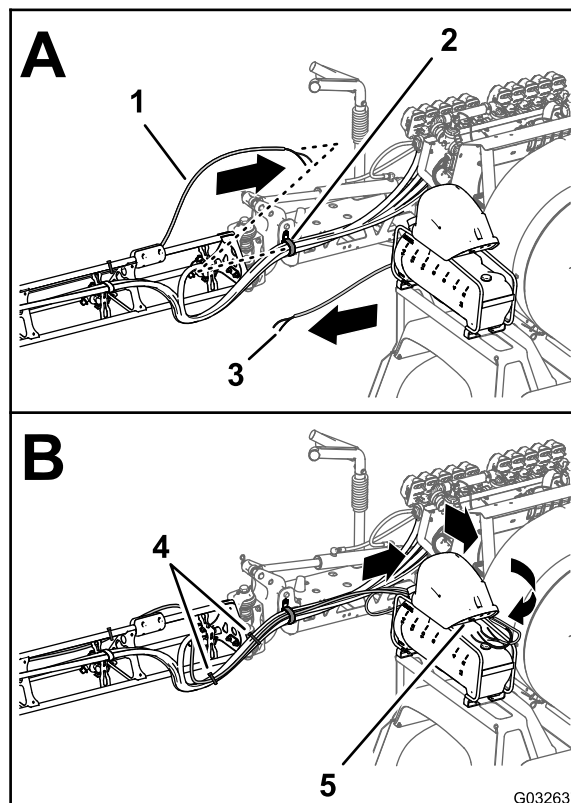

图173
2. 向前沿着药缸压缩机的内侧布放管子 图173。
1. 将左、右喷洒臂段泡沫喷嘴的管子安装到内侧使其穿过靠近每个外部喷洒臂段枢轴点的 R 形夹 图173。
11. 用2条扎带将泡沫标记管子固定到喷嘴软管上图173。